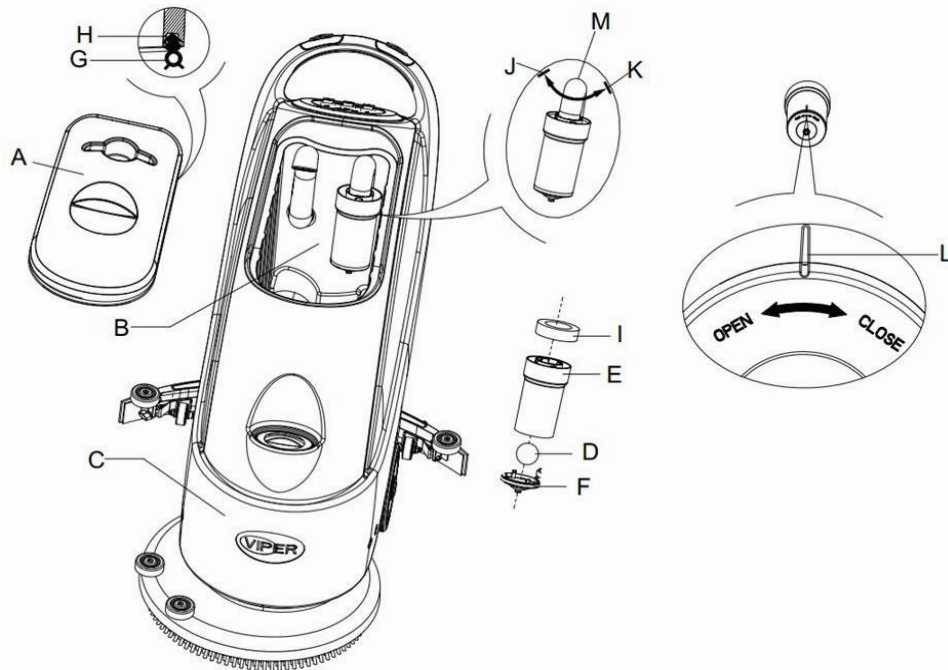

Abbildung 16
2. Drücken Sie den Netzschalter (41) auf die "O"-Position und schalten Sie das Gerät aus.
3. Öffnen Sie die Abdeckung des Schmutzwassertanks (A, **Abbildung 16**), und entnehmen Sie den Schwimmer (36) aus dem Schmutzwassertank.
4. Verwenden Sie klares Wasser zur Reinigung des Tankdeckels (A), der Tanks (B und C) und der Schwimmer-Filterfassung (E). Lassen Sie durch das Schmutzwasserrohr (15) das gesamte Wasser aus dem Wassertank ablaufen.
5. Folgen Sie, falls nötig, den Symbolen "Öffnen" und "Schließen", wie in **Abbildung 16** dargestellt, öffnen Sie den unteren Deckel (F) des Schwimmer-Filters und reinigen den Schwimmer (D), die Schwimmer-Filterfassung (E) und den Filter-Schwamm (I). Fixieren Sie nach der Reinigung den Schwimmer auf der Schwimmer-Filterfassung (E), und richten Sie die Markierungsnut (L) des unteren Deckels (F) des Schwimmer-Filters nach der Markierungsnut (L) der Schwimmer-Filterfassung (E) aus. Drehen Sie den unteren Deckel (F) des Schwimmer-Filters fest und fixieren Sie den Filter-Schwamm (I) auf der Schwimmer-Filterfassung (E) und dann auf dem Vakuum-Rohr (M).
6. Überprüfen Sie die Zuverlässigkeit des Dichtrings (G) der Wassertankabdeckung.
Falls erforderlich, sollte der Dichtungsring des Wassertanks (G) aus der Nut (H) entnommen und ausgetauscht werden. Beim Einsatz eines neuen Wassertank-Dichtungs, wie in **Abbildung 16** unten dargestellt, installieren Sie den Anschluss im mittleren Bereich des hinteren Teils.
7. Prüfen Sie, ob die aufnehmende Oberfläche des Dichtrings (G) intakt ist und ausreichend abdichtet.
8. Schließen Sie die Abdeckung des Schmutzwassertanks (A).